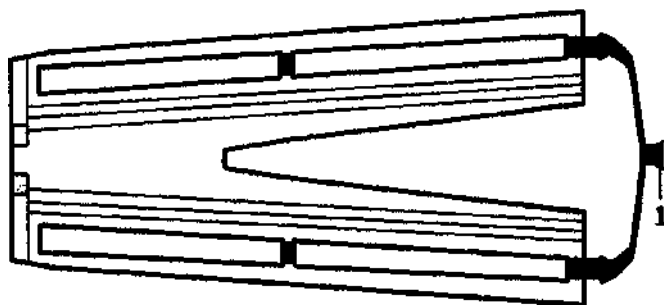

Рис. 13
6.6. Массаж с использованием манжеты «комбинезон» (рис. 13).